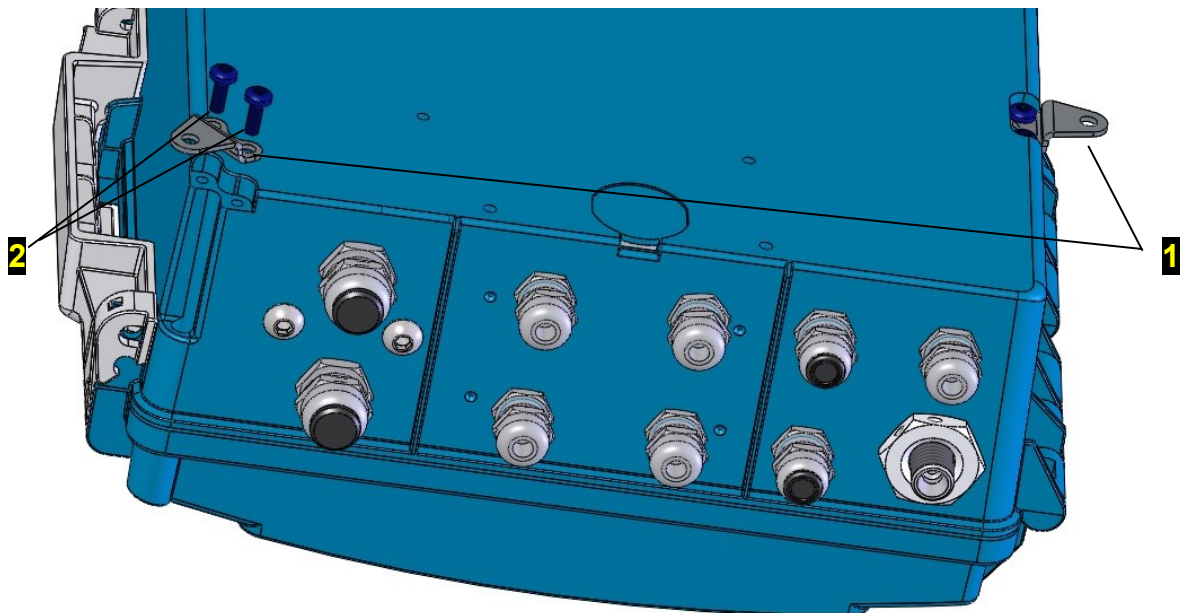
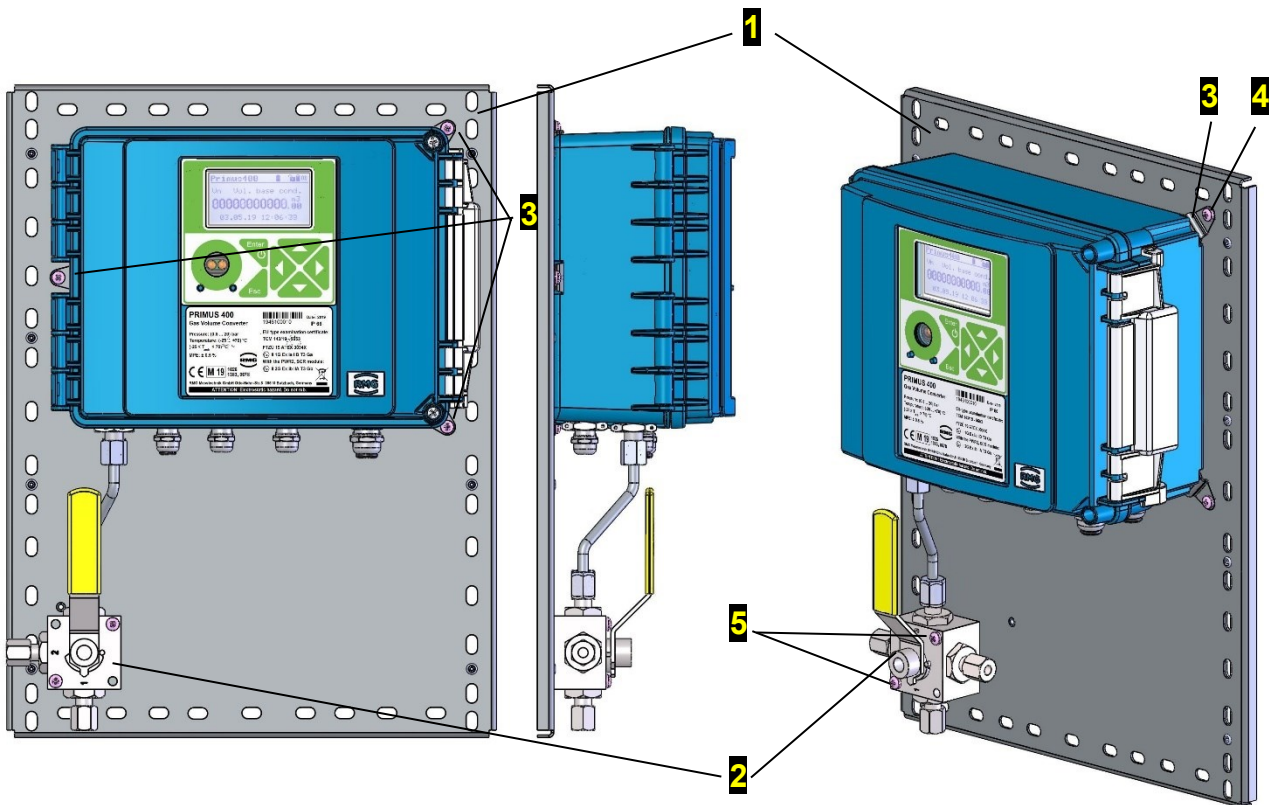

Abb. 4: Montage der Halterungen am Gerät
Abb. 5: Montage von Prilog 400 auf einer Befestigungsplatte
1. Vor Anbringung des Gerätes auf der Befestigungsplatte 3 Halterungen **1** mit selbstschneidenden Kunststoffschrauben 3,5x12 **2**, die mit dem Gerät geliefert werden, am Geräteboden montieren (siehe Abb. 4).
2. Das Gerät mit den Halterungen **3** mit 3 Schrauben M4x10 nach ISO 7045 **4** an der Befestigungsplatte montieren (Abb. 4, Abb. 5). Die M4-Nietmuttern sind an der Befestigungsplatte vormontiert.